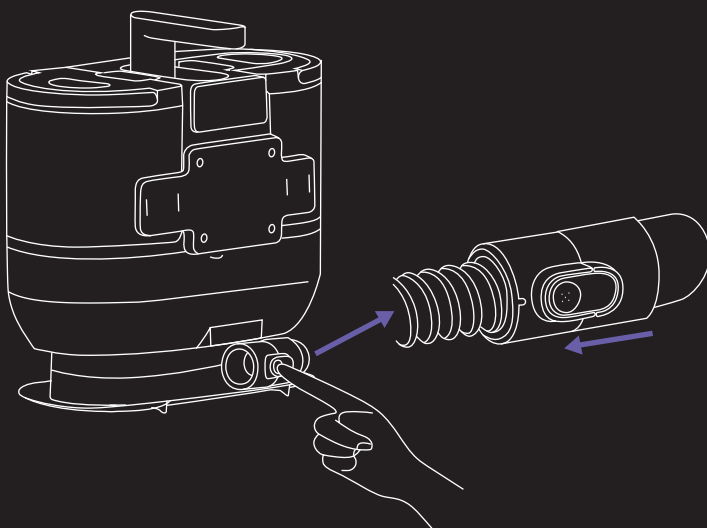

Afb. 2
3. Op de achterzijde van de hoofdeenheid, zoals afgebeeld (Afb. 2), plaatst u de houder voor het reinigingshulpstuk en de stroomkabelorganizer, totdat ze op hun plaats klikken. Zorg dat de houder voor het reinigingshulpstuk en de stroomkabel goed zijn aangesloten.